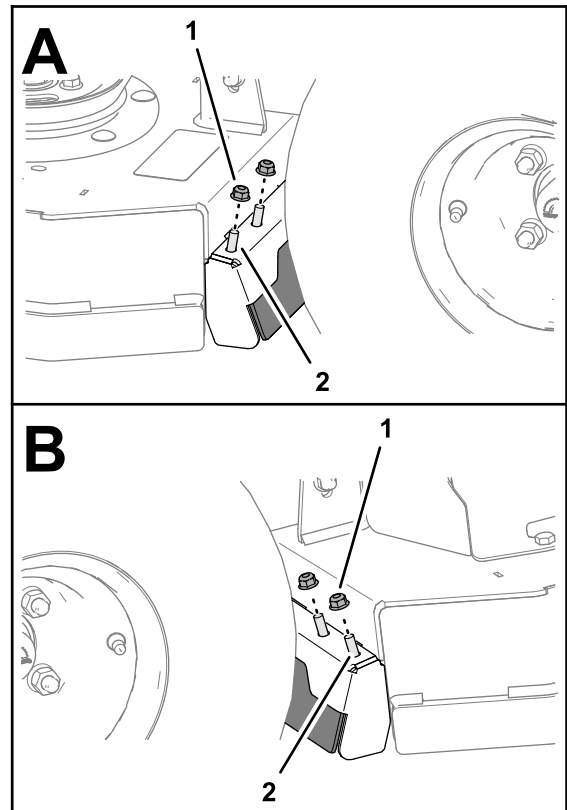

Figura 46
1. Rimuovete i 2 dadi di bloccaggio flangiati ($\frac{5}{16}$ ") che fissano il supporto del deflettore sinistro (Figura 46).
2. Rimuovete i 2 dadi di bloccaggio flangiati ($\frac{5}{16}$ ") che fissano il supporto del deflettore destro (Figura 46).